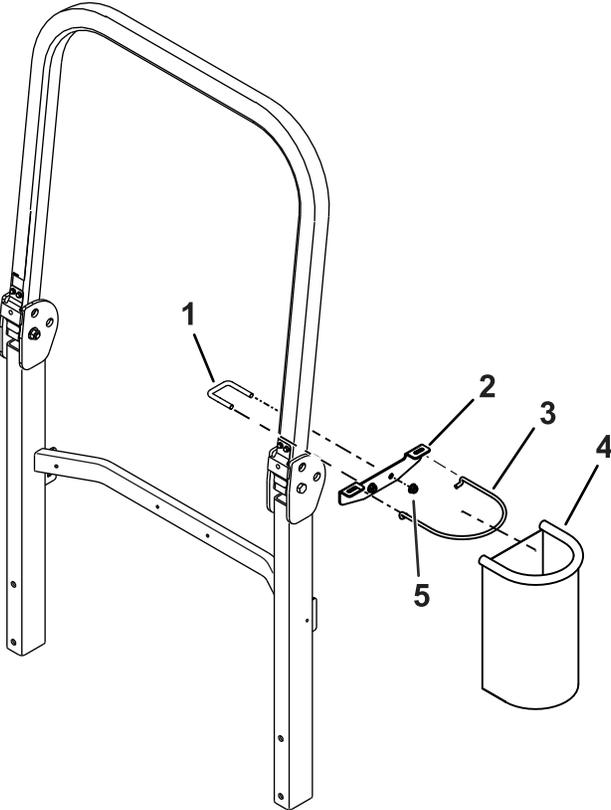

图 2
2. 如图 2 所示用 U 形螺栓和 2 个锁紧螺母 $\frac{3}{8}$ 英寸将小支架松松地固定到翻车保护杆上。
3. 调整翻车保护杆上的支架使之不会干扰机器图 2。
4. 紧固固定小支架的 U 形螺栓图 2。
5. 将垃圾袋和袋杆安装到小支架中图 2。